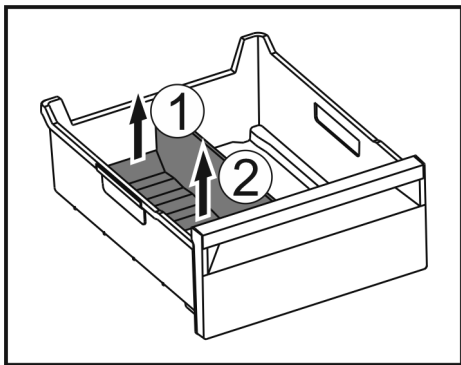

Fig. 78
► 提升冰格分隔器后部。 Fig. 78 (1)
► 向上取出冰格分隔器。 Fig. 78 (2)